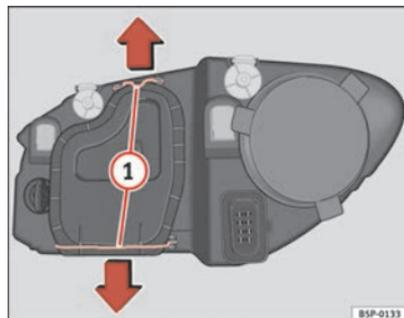

Fig. 179 Anabbaglianti
- Far scorrere i tiranti ⇒ fig. 179 ① nel senso della freccia e sfilare la chiusura.